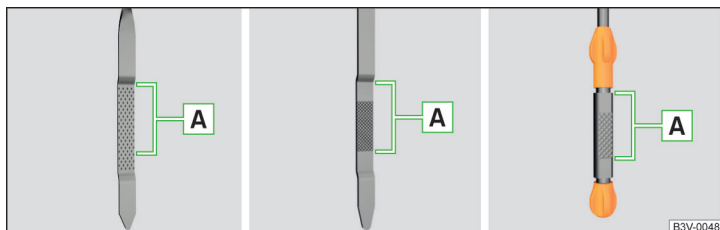

Fig. 161 Variante de joje de ulei
Nivelul de ulei trebuie să se situeze în zona **A** » fig. 161. Dacă nivelul de ulei este sub zona **A**, completați ulei.
- Nivelul uleiului nu trebuie să fie în niciun caz în afara zonei **A** » fig. 161 - există pericol de deteriorare a motorului, precum și a instalației de evacuare a gazelor arse.